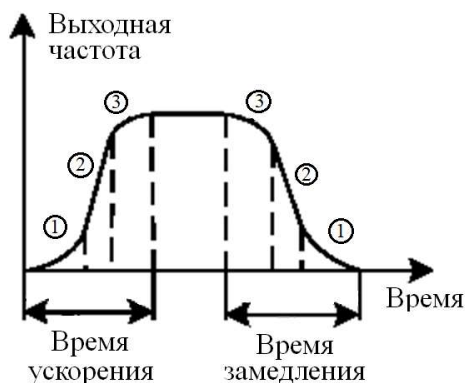

Рис. 6-4 Ускорения/замедление на S-кривой
Начальная стадия S-кривой показана на рис. 6-4 как «①», где выходная частота увеличивается с 0; Стадия подъема S-кривой изображена на рис.6-4 как «②», выходная частота постоянная; Конечная стадия S-кривой показана на рис. 6-4 как «③», где выходная частота уменьшается до 0.